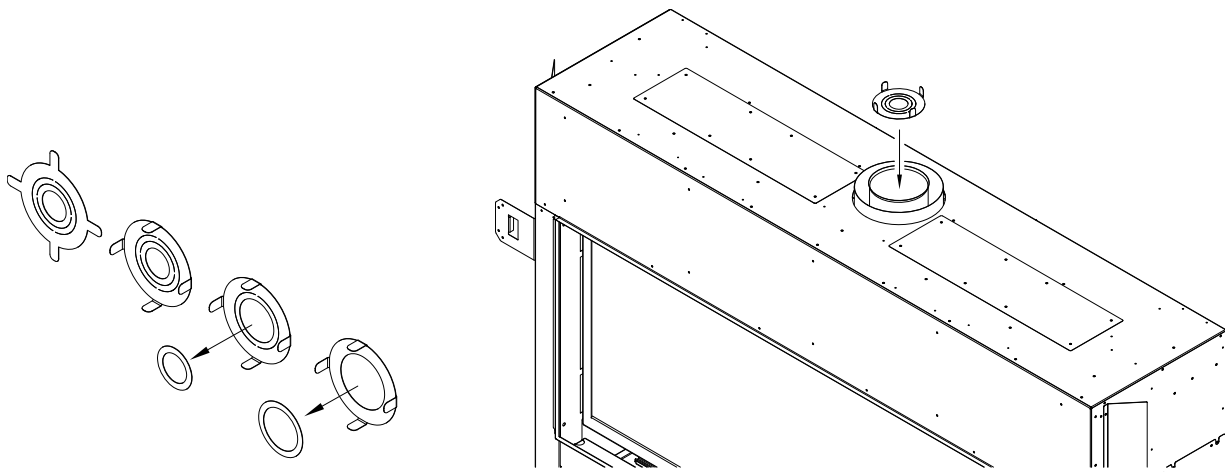

Figure 7.3 - Installation de la plaque de restriction
- La plaque de restriction fournie a tous ses anneaux intérieurs intacts et, une fois installée, elle offre la restriction d'évacuation la plus élevée. Les (2) anneaux précoupés du centre peuvent être retirés séparément. Pour créer moins de restriction, retirer seulement le premier anneau du centre; pour créer encore moins de restriction, retirer aussi le deuxième anneau du centre.
- Voir la Figure 7.3 pour installer la plaque de restriction avant de raccorder le conduit d'évacuation. Pour les recommandations d'ajustement d'évacuation avec la plaque de restriction, voir la Section 11.2.3, Restriction d'évacuation (après installation).